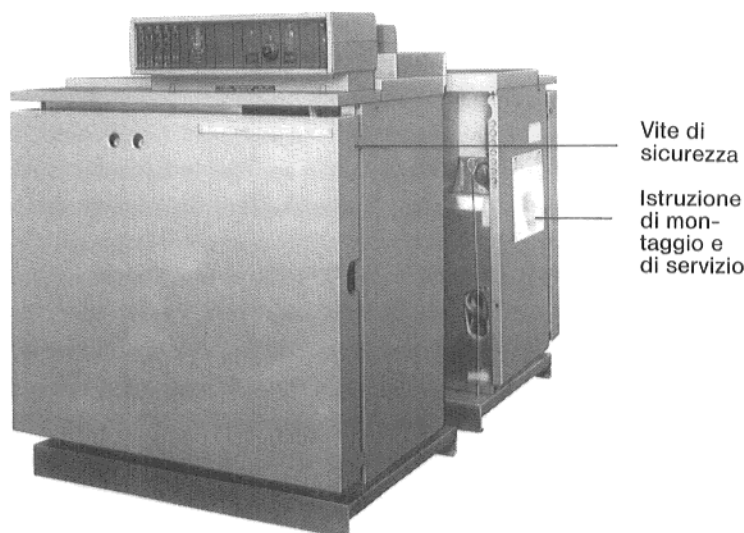

Fig. 20 - GE 324 DZE, Pannello frontale montato
2. Avvitare le viti di sicurezza laterali, sopra a destra ed a sinistra (Fig. 20).
3. Fissare il portadocumenti trasparente con due viti a corredo, al pannello laterale che ne permette la migliore visibilità (Fig. 20).